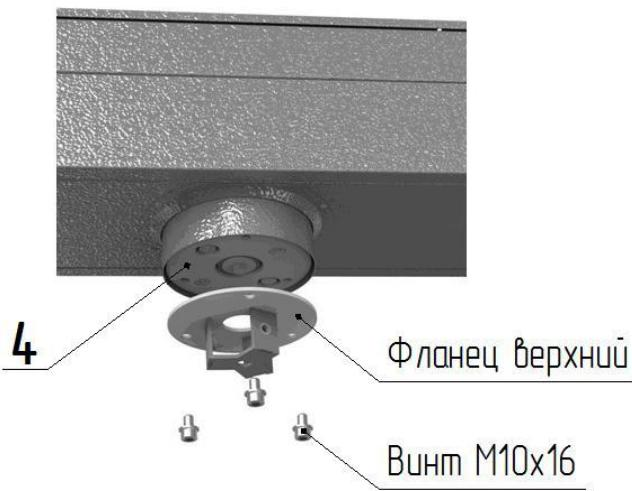

Рис. 4
2. Сборка центральной стойки (рис. 4, 5):
– установите на диск муфты привода **4** (рис.4) верхний фланец центральной стойки и закрепите винтами M10x16, нижний фланец прикрепите к фланцу вала напольной плиты **7** винтами M8x16, в первую очередь установите на посадочные плоскости фланцев лопасть с внутренними кронштейнами (рис.5), расположение "верх" указано маркировкой и закрепите винтами M8 (не затягивая их);